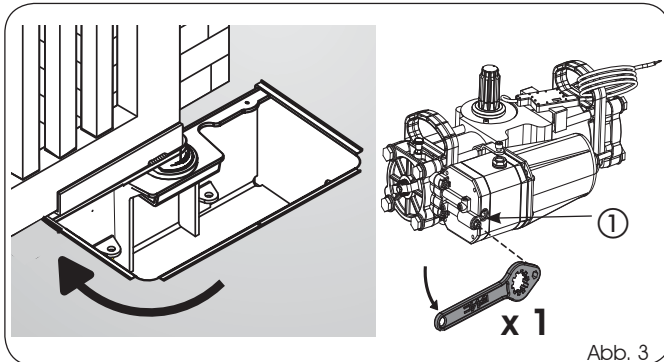

Abb. 3
- 2) Gemäß den Anweisungen in Kap. 7.1 die ölhydraulische Entriegelung des Antriebs durch Drehen des Hebels (Abb. 1, ⑥) oder durch Einsetzen des entsprechenden Schlüssels (Abb. 1, ⑧) auf die Entriegelungsschraube (Abb. 3, ①) betätigen.